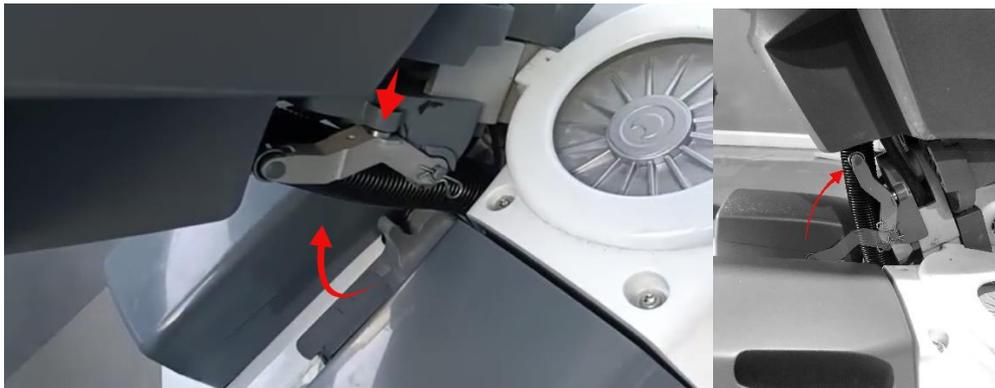

Figure 23c : remise en position avant le stationnement de l'appareil.
* Le système i-balance aide également à supporter le poids de l'appareil à l'aide d'un ressort tendu. (figure 23c).